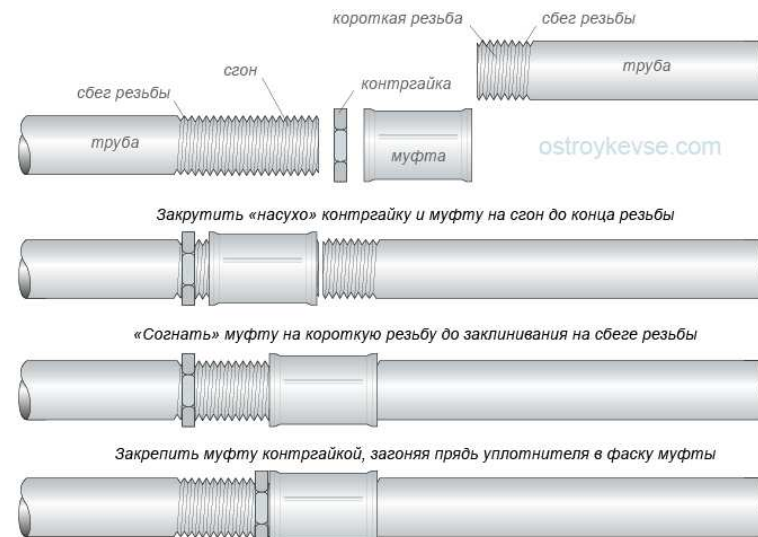

Рис.2
3.1 Чтобы собрать трубопровод с применением сгона необходимо выполнить следующую последовательность действий (см.Рис.2). Разборка соединения выполняется в обратном порядке.